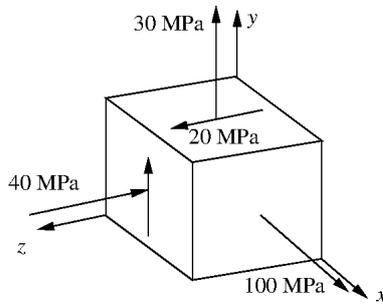

Figura 2
4. Verifique, pelos critérios da máxima tensão normal e da máxima tensão tangencial, se o estado de tensões representado na Figura 2 é estável. Considere  $\sigma_e = 180$  MPa.